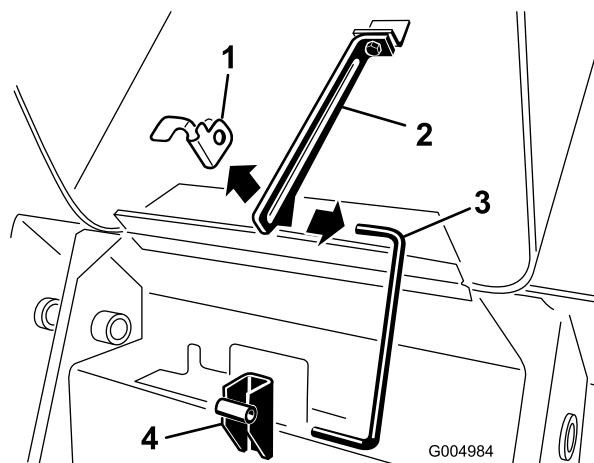

Figure 40
- Sortez la goupille fendue du bas de la béquille de capot et sortez la béquille des supports de retenue et de la languette (Figure 40).
- Placez la béquille dans les supports de retenue et la languette, et fixez-la en place avec la goupille fendue (Figure 40).